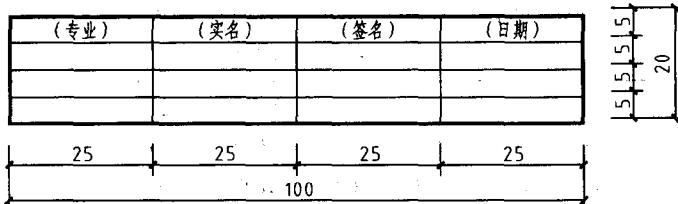

图 1-5 会签栏
(3) 会签栏应按图 1-5 的格式绘制, 其尺寸应为 $100\text{mm} \times 20\text{mm}$, 栏内应填写会签人员所代表的专业、姓名、日期(年、月、日); 一个会签栏不够时, 可另加一个, 两个会签栏应并列; 不需会签的图纸可不设会签栏。